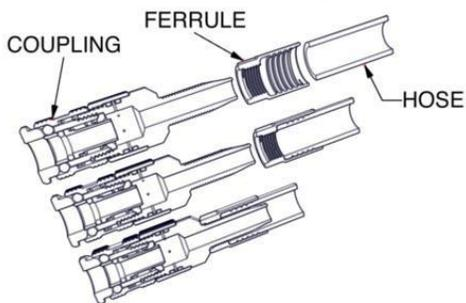

Abbildung 3-2 Austausch der Luftschlauch-Schnellkupplung
b. AUSWECHSELN DER LUFTSCHLAUCH-SCHNELLKUPPLUNG. Siehe Abbildung 3-2 und